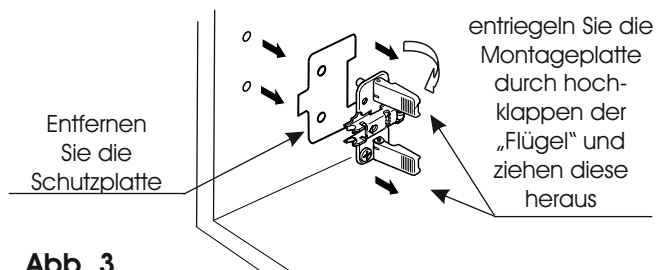

Abb. 3
4. Lösen Sie die Montageplatten durch hochklappen der „Flügel“ und ziehen die Platten aus den Bohrungen. (Abb. 3)
5. Entfernen Sie die Schutzplatte. (Abb. 3)